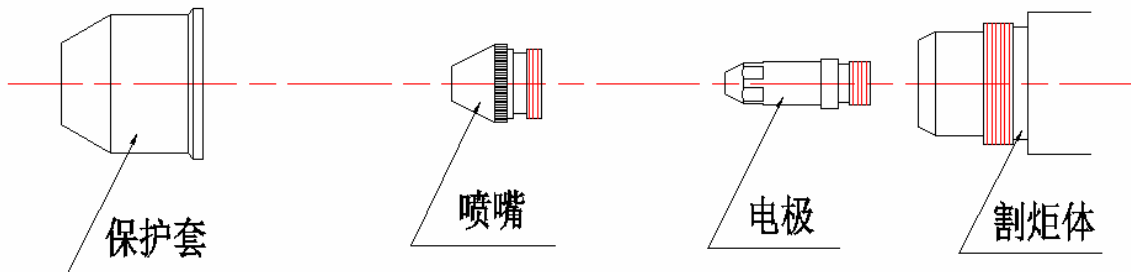

图 6 割炬安装顺序图
(1) 割炬零件安装顺序可参照图 6。安装时请注意：电极一定要旋到底，否则电极与喷嘴会烧坏。旋电极时一定要使用扳手。